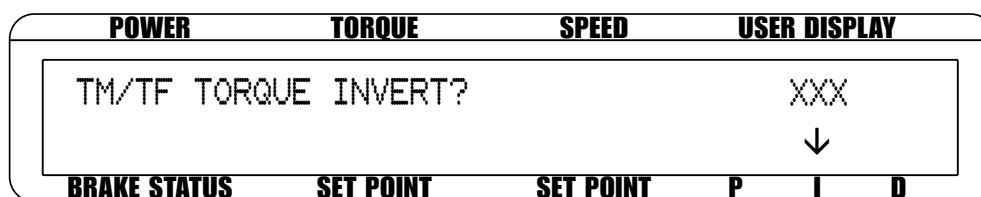

Figure 6-7 Inversion du signe du couple
1. Voir *Chapitre 3.2.1* - Lorsque TM/TF couplemètre est choisi, il faut sélectionner le mode de lecture du couple inversé YES / NO juste après le menu MAX TORQUE (voir *Figure 6-7 Inversion du signe du couple.*)